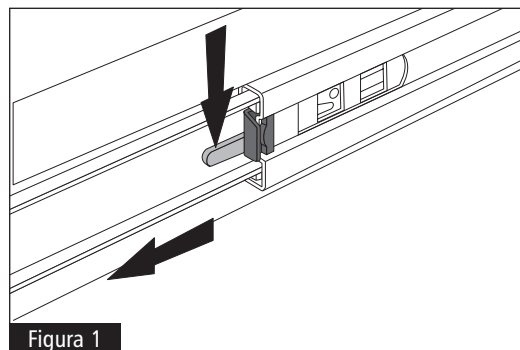

Figura 1
- Suelte el ensamble del deslizador de gabinete con las palancas de liberación en los dos deslizadores verticales que se muestran en la Figura 1.